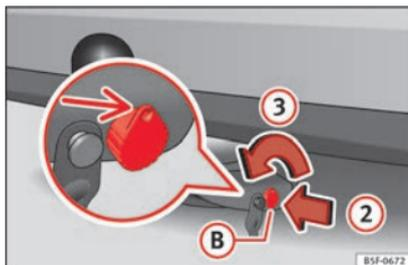

Fig. 241 Desbloquear cerradura
- Introduzca la llave **B** en la cerradura en sentido de la flecha **2** » fig. 241.